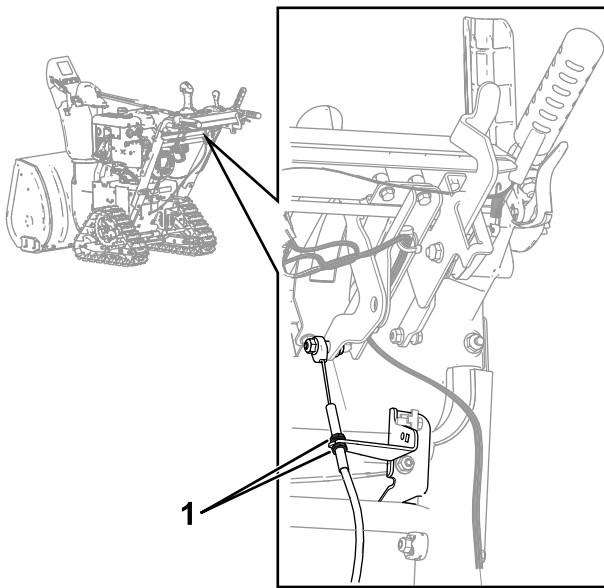

Figure 5
- B. Desserrez les 2 écrous sur le câble de vitesse qui reposent sur le support du sélecteur de vitesses, situé sous le panneau de commande (Figure 5).